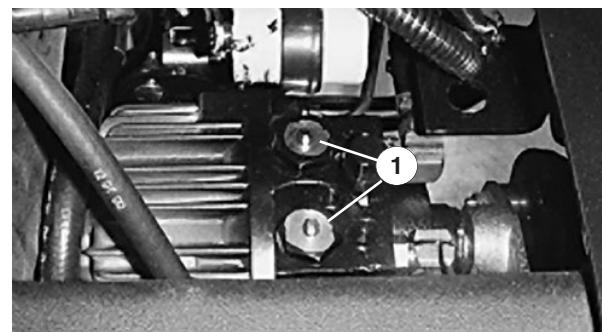
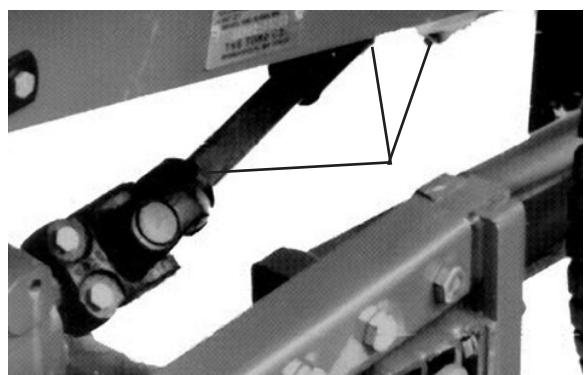

Bild 11
Bild 12
2. Drücken und halten Sie die Stifte in der Mitte der zwei (2) Rückschlagventilgruppen oben am Getriebe (Bild 11), während die Maschine geschoben oder abgeschleppt wird.
Fetten Sie die Stifte an den Rückschlagventilen (Bild 11) einmal pro Jahr gründlich ein. Fetten Sie gleichfalls die Lager der Hinterachse (ohne Abbildung) alle 500 Stunden oder mindestens einmal jährlich ein. Die Zugmaschine ist mit Lagern und Büchsen ausgerüstet, die Sie regelmäßig einfetten müssen. Dabei handelt es sich um die folgenden: Zapfwelle (Bild 12); Drehbüchsen—Hubarm (Bild 13); Drehbüchsen—Bremse (Bild 14); Spindelbüchsen—Hinterrad (Bild 15); Büchsen—Lenkplatte (Bild 16); Büchse—Achsstift (Bild 16); Spanngelenk—Zapfwelle (Bild 17) und das hintere Lager an der Zapfwelle (Bild 17).